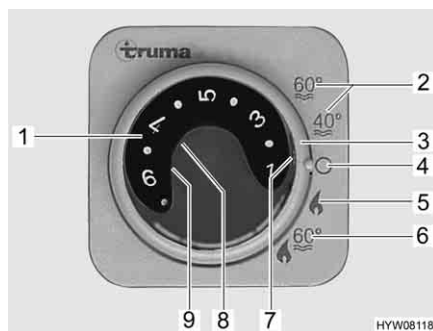

Fig. 104 Centralina di controllo per riscaldamento/boiler
- Impostare la modalità di funzionamento tramite l'interruttore girevole (Fig. 104,3).
A seconda della temperatura ambiente desiderata, il riscaldamento seleziona automaticamente il livello del bruciatore necessario. Al raggiungimento della temperatura ambiente desiderata, il bruciatore si spegne. Durante la modalità di funzionamento "Riscaldamento e boiler" (Fig. 104,6) è riscaldata anche l'acqua nel boiler. Nella modalità di funzionamento "Riscaldamento senza boiler" (Fig. 104,5) è possibile far funzionare il riscaldamento con il boiler vuoto.
- Impostare la manopola della temperatura (Fig. 104,1) sulla centralina di controllo scegliendo la potenza desiderata.
- Posizionare l'interruttore girevole (Fig. 104,3) su funzionamento invernale "Riscaldamento senza boiler" (Fig. 104,5) o "Riscaldamento e boiler" (Fig. 104,6).
Si accende la spia verde di controllo (Fig. 104,7).
- Posizionare l'interruttore girevole (Fig. 104,3) su "O" (Fig. 104,4).